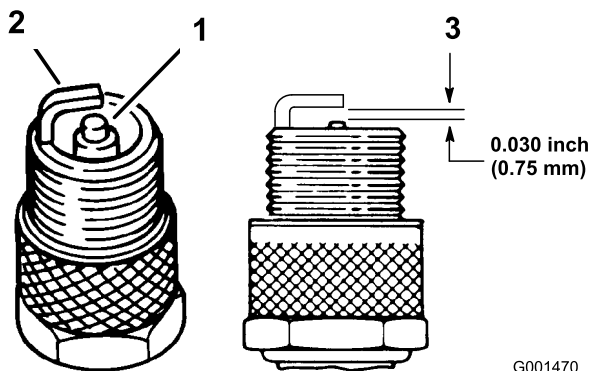

Bild 30
seitliche Elektrode (Bild 30), wenn der Abstand nicht stimmt.
3. Schließen Sie die Zündkerzenstecker an die Zündkerzen (Bild 30).
1. Sehen Sie sich die Mitte der Zündkerzen an (Bild 30). Wenn der Kerzenstein hellbraun oder grau ist, ist der Motor richtig eingestellt. Eine schwarze Schicht am Kerzenstein weist normalerweise auf einen schmutzigen Luftfilter hin.
3. Prüfen Sie den Abstand zwischen den mittleren und seitlichen Elektroden (Bild 30). Verbiegen Sie die